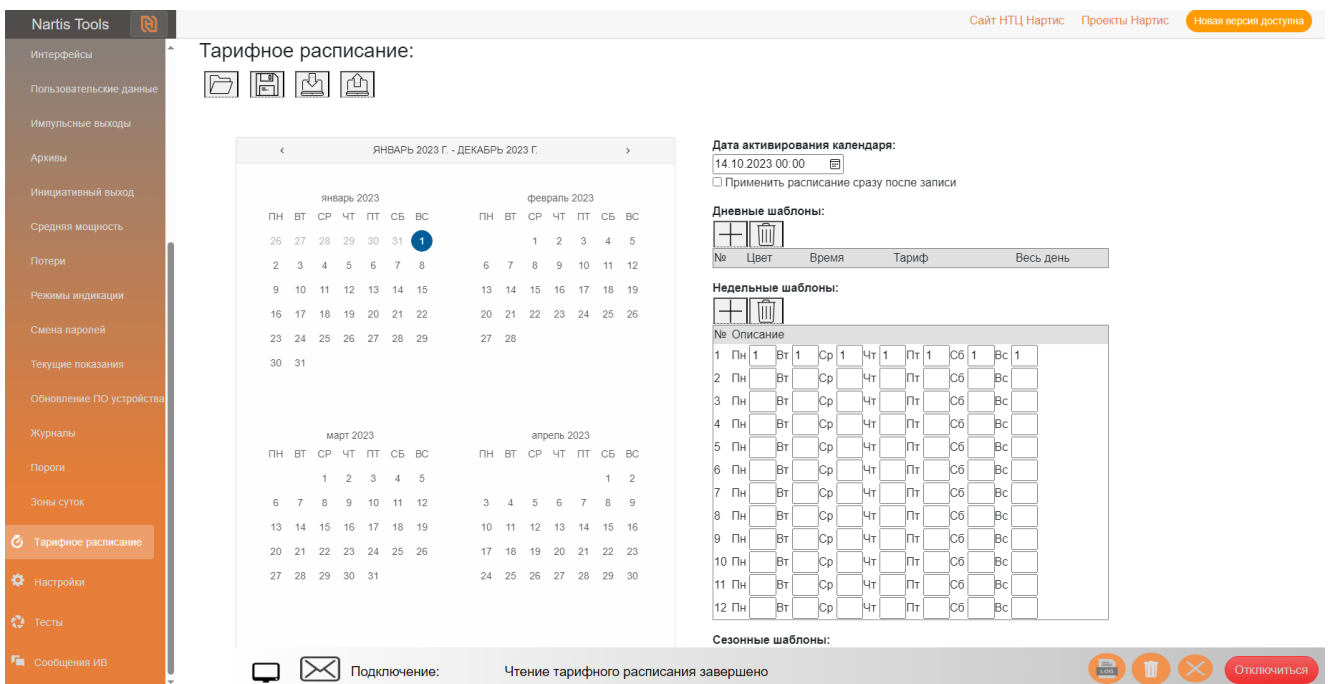

Рисунок 61 – Вид диалогового окна раздела «Тарифное расписание» при формировании недельного шаблона
2. Создание набора недельных шаблонов переключения, состоящих из номера шаблона и списка дней недели, каждому из которых присвоен номер из существующего набора дневных шаблонов переключения (рисунок 61).